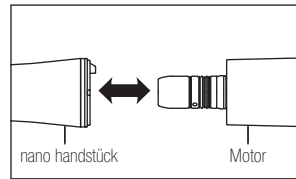

Abb.1
- 1) Das Handstück direkt an den Motor anschließen (Abb. 1). Schrauben Sie das Handstück ein, bis es mit einem Klicken einrastet.